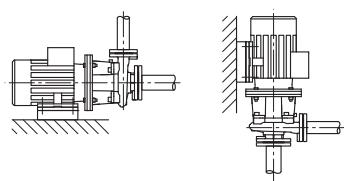
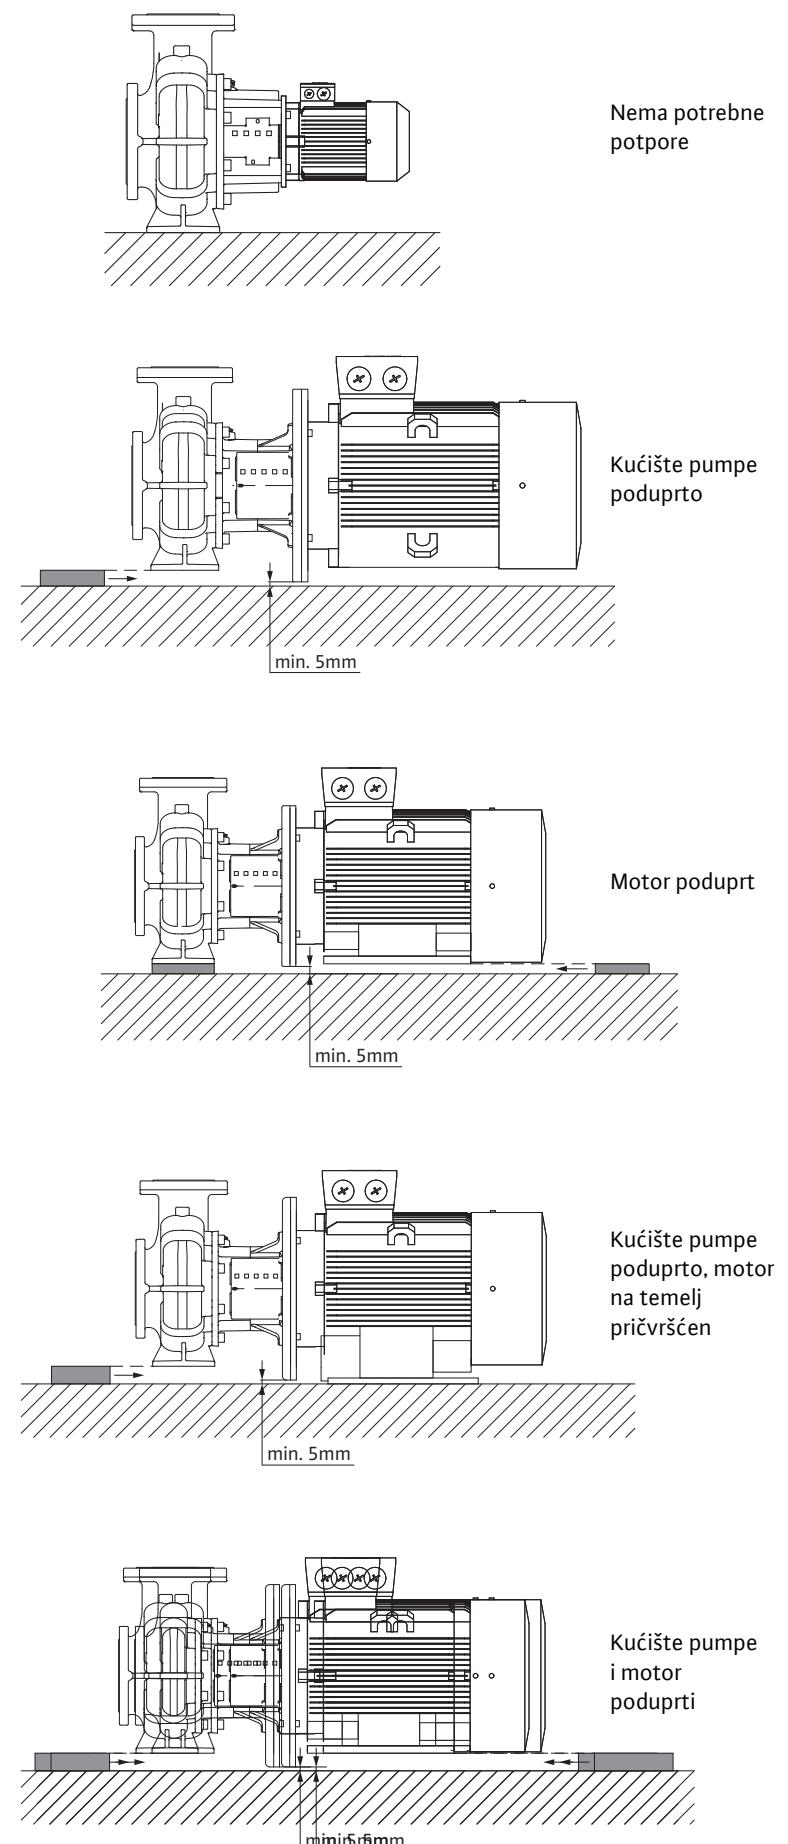

Fig. 41: Verzija BL
Fig. 42: Primeri montaže BL
- Monoblok pumpe serije BL-E moraju da se postave na temelje, odn. konzole odgovarajućih dimenzija (Fig. 41). Kod pumpi tipa BL motor počev od snage motora od 18,5 kW mora da se podupre, pogledajte primere ugradnje BL (Fig. 42).